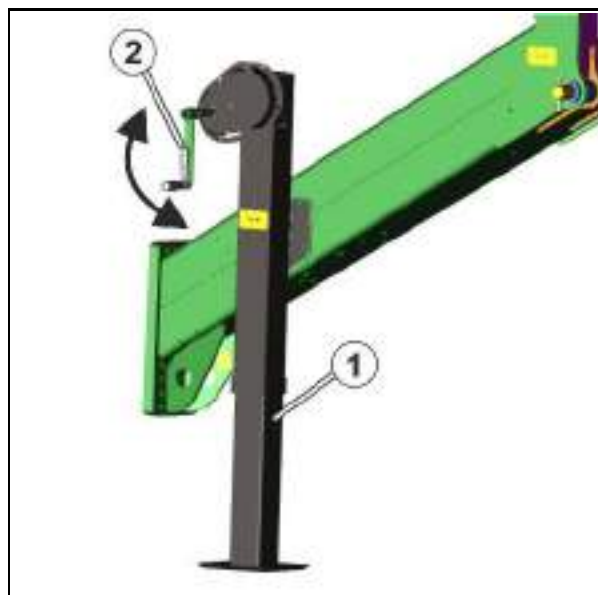

Рис. 63
2. Вытяните палец (Рис. 63/1).